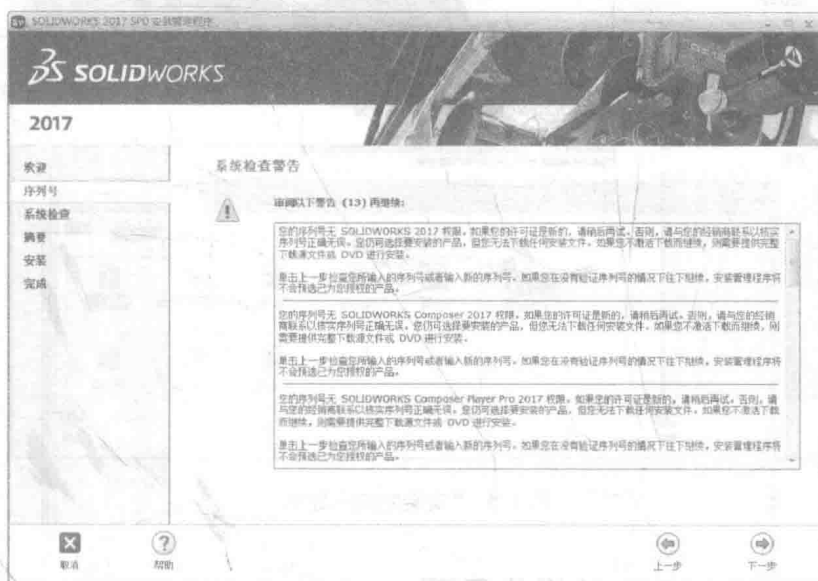

图 1-3 “系统检查警告”对话框
③ 在“序列号”界面中输入相应的序列号，然后单击“下一步”按钮，如果序列号有误，会弹出“系统检查警告”对话框，如图 1-3 所示，此时可单击“上一步”按钮重新输入，否则继续单击“下一步”按钮。